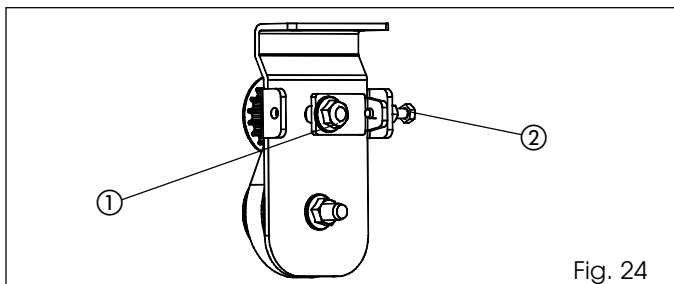

Fig. 24
- Haal de moer (fig. 24 ref. ①) los.
- Schroef de bout van fig. 24 ref. ② vast om de riem te spannen of haal hem los om de riem te ontspannen.
- Nadat de spanning geregeld is, moet de moer (fig. 24 ref. ①) worden aangehaald.